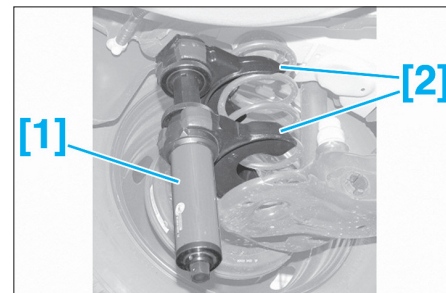

FIG. 45
- [1]. Compresseur de ressort (réf : 0920) (Fig.45).
- Mettre l'outil [1] en position (Fig.45).